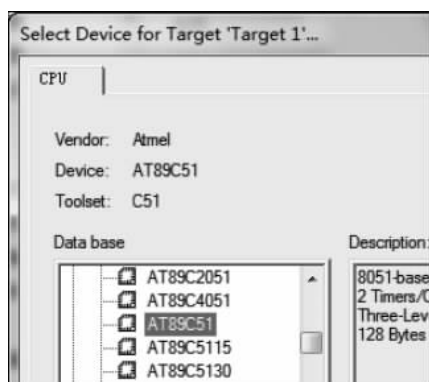

图 3-6 将启动代码添加到项目中
(4) 选择完毕后, 单击“确定”按钮, 此时弹出提示信息窗口, 如图 3-6 所示。该提示信息询问是否将适合该单片机型号的 AT89C51 启动代码添加到项目中。对于 C51 程序, 选择添加即可。